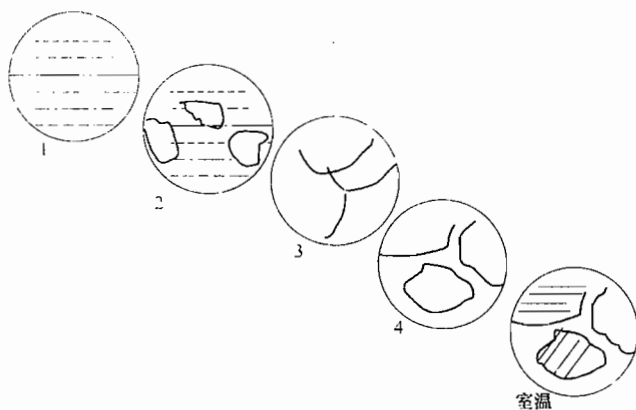

图 16-4 第四题第 9 小题解答图
(1) 包晶转变: $L + \delta \rightarrow \gamma$; 共晶转变: $L \rightarrow \gamma + Fe_3C$; 共析转变: $\gamma \rightarrow \alpha + Fe_3C$ 。
(2) 如图 16-4 所示: 1) 从熔体首先按匀晶转变, 结晶出奥氏体; 2) 熔体全部转变为奥氏体; 3) 奥氏体析出二次渗碳体; 4) 有珠光体出现。室温时的组织组成: 二次渗碳体和珠光体; 相组成: α 和 Fe_3C 。